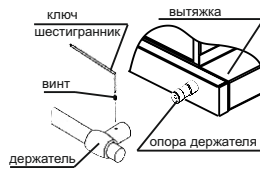

рис. 6
- 6.4 Для вытяжки Интегра 50/60П-400-В2Л рейлинг. После установки вытяжки, необходимо прикрепить рейлинг (рис. 6).